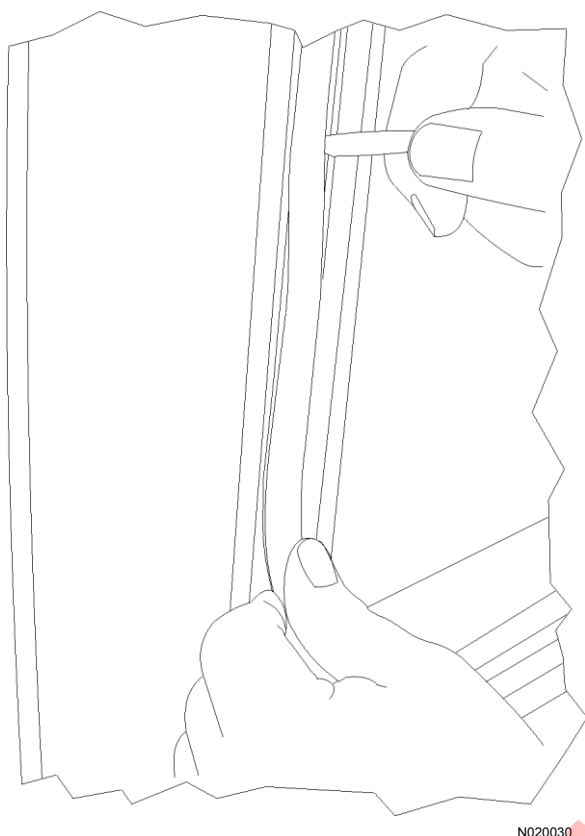

FIGURA 2-15.
17. Instale el material de tapicería sobre la parte superior de los pernos que sostienen el marco de la ventana a la puerta. Use un destornillador de paleta para ayudar a instalar el material de tapicería. Vea la Figura 2-15.